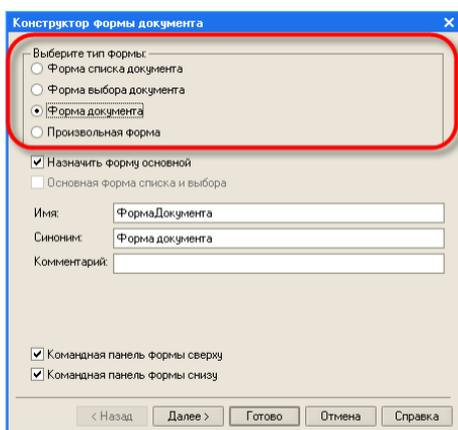

Рис. 3.2.22. Конструктор формы документа
**Создание формы документа** Отметим, что до сих пор мы использовали predefined формы объектов, которые система 1С:Предприятие создавала для нас сама «по умолчанию». Теперь же у нас возникла необходимость слегка изменить логику работы формы документа, а значит, нам придется создать для него собственную форму, чтобы в ней описать тот алгоритм, который нам нужен. Вернемся в конфигуратор и откроем окно редактирования объекта конфигурации Документ Приходная Накладная. В этом окне нас интересует закладка Формы. Как мы видим, ни одна из основных форм документа пока не задана. Для того чтобы создать форму документа, нажмем на символ лупы в поле ввода. Система вызовет еще один полезный инструмент разработчика – конструктор форм (рис. 3.2.22).